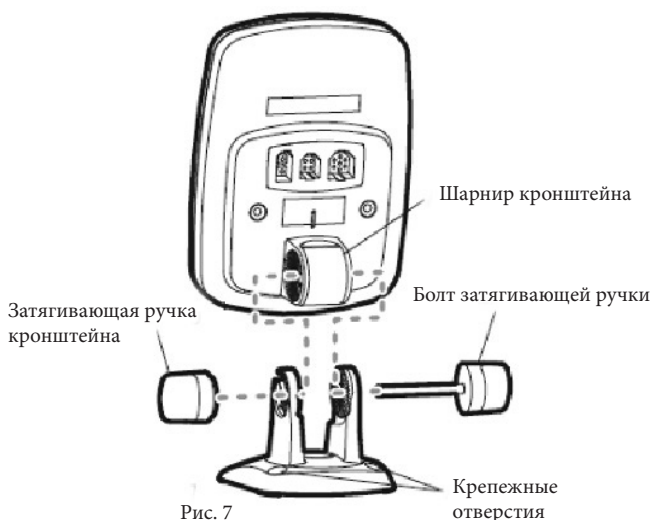

Рис. 7
4. Вставьте болт затягивающей ручки в шарнир кронштейна на контрольной панели (рисунок 7).